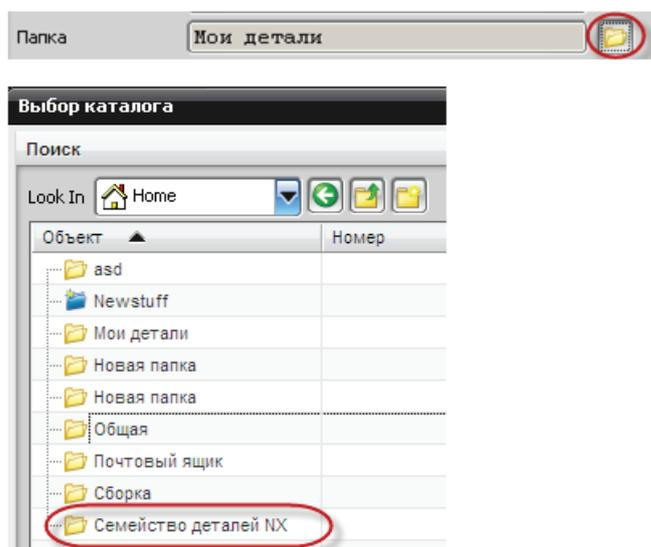

Рисунок 11.30
- в диалоговом окне **Новый** необходимо выбрать шаблон **Модель**. Поля, требующие заполнения, можно заполнить как в автоматическом, нажав кнопку **Назначить**, так и в ручном режиме, введя в соответствующие поля необходимые значения. Например, в поле **Номер** ввести **Part_family_01**, в поле **Версия** ввести **00**, в поле **Имя** – **Цилиндр**. Также можно создать новую папку **Семейства деталей NX**, в которую будет сохранена новая модель (рис. 11.30);